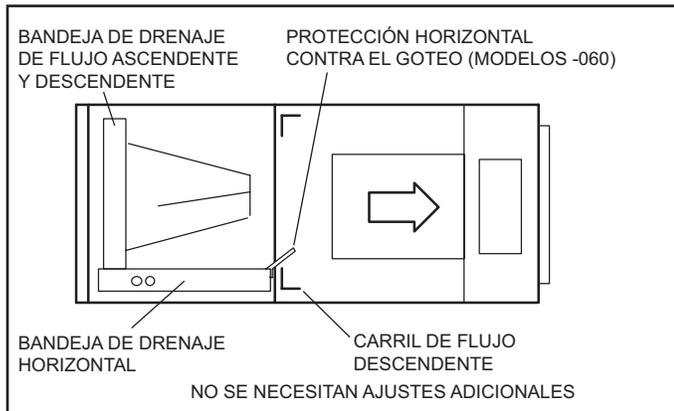

IMAGEN 2. Configuración de descarga por el lado derecho
- 2 - Instale la protección horizontal en el borde frontal de la bandeja de drenaje horizontal, tal como se ilustra en la Imagen 2.